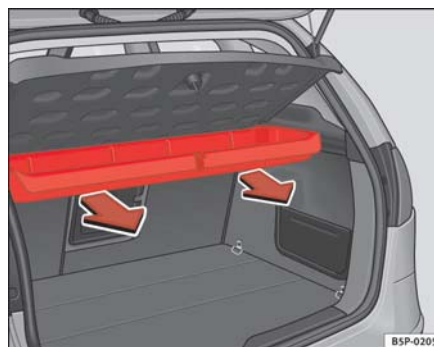

Fig. 111 Desmontaje caja portaobjetos
- Tire hacia afuera hasta desenclavar la caja de los ejes de giro. ⇒ **fig. 111**